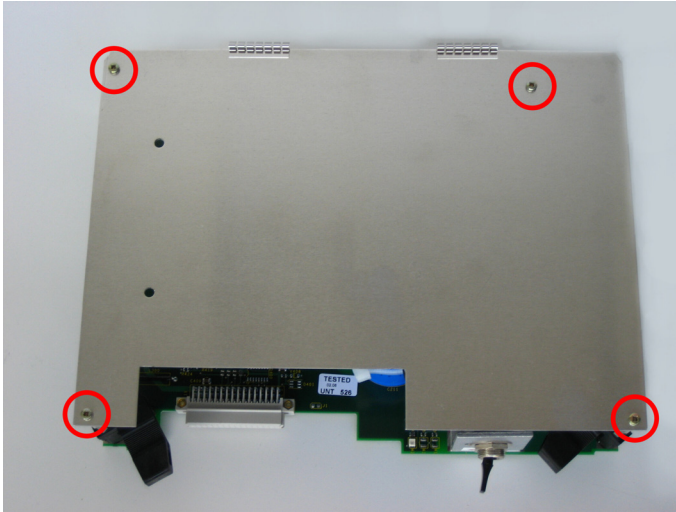

Bild 1-17 Befestigungsschrauben am Abschirmblech
- ❑ Schrauben Sie das Abschirmblech los (4 Schrauben) und klappen Sie es in Richtung der Akkupack-Anschlusskabel (siehe Bild 1-17).